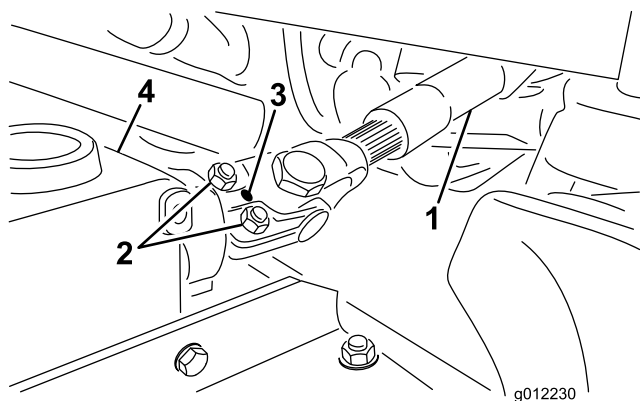

Figure 4
- A. Déposez la goupille cylindrique de la chape d'extrémité et de l'arbre du réducteur (Figure 4).
- B. Desserrez les (2) vis et contre-écrous (Figure 4).
- C. Fixez la chape d'extrémité de l'arbre d'entraînement de PDF sur l'arbre de réducteur avec la goupille cylindrique (Figure 4).
- D. Serrez les contre-écrous pour fixer la chape d'extrémité sur l'arbre de réducteur (Figure 4). Serrez les contre-écrous à un couple de 20 à 25 Nm.